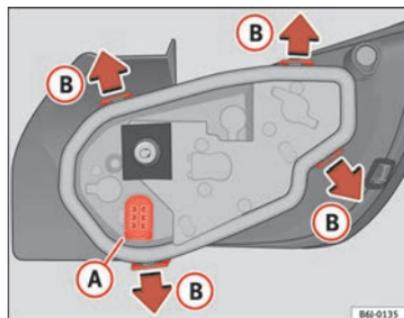

Fig. 145 Remplacer les ampoules des feux arrière
- Retirer le porte-lampes en l'extrayant du boîtier. Appuyez pour cela sur les pattes de fixation (B) dans le sens des flèches ⇒ fig. 145.